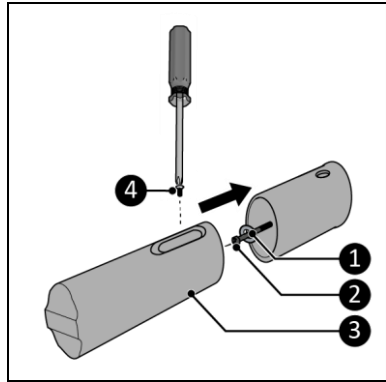

Abbildung 9
7. Schrauben Sie die vier Außenwandhalterungen mit Schneidschrauben (Abbildung 9, Pos. 2) und Distanzringen (Abbildung 9, Pos. 1) an den vier Dübeln fest.
9. Befestigen Sie die vier inneren Wandhalterungen (Abbildung 9, Pos. 3) mit kleinen Schrauben (Abbildung 9, Pos. 4) an den äußeren Wandhalterungen mithilfe eines Phillips Kreuzschlitzschraubendrehers.